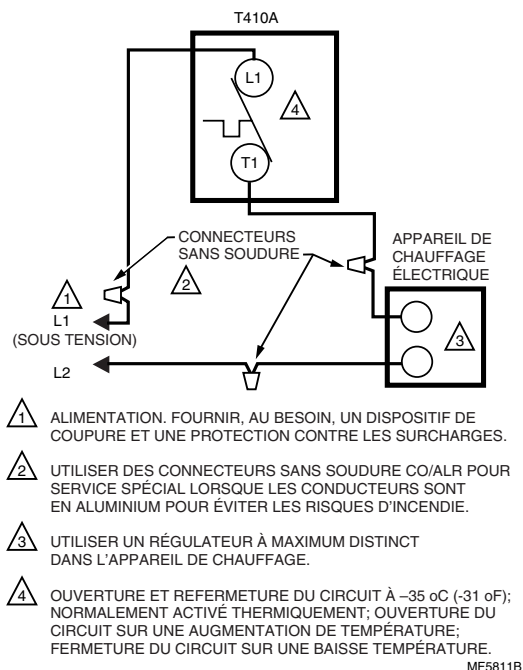

Fig. 2. Raccordement type d'un T410A.
4. Ne pas retirer le couvercle du T410. À l'aide de connecteur pour fil n° 12, raccorder directement le courant secteur aux fils conducteurs du thermostat. Voir les figures 2 et 3 pour observer des schémas de raccordement type.
3. Ne pas retirer le couvercle du T410. À l'aide de connecteur pour fil n° 12, raccorder directement le courant secteur aux fils conducteurs du thermostat. Voir les figures 2 et 3 pour observer des schémas de raccordement type.